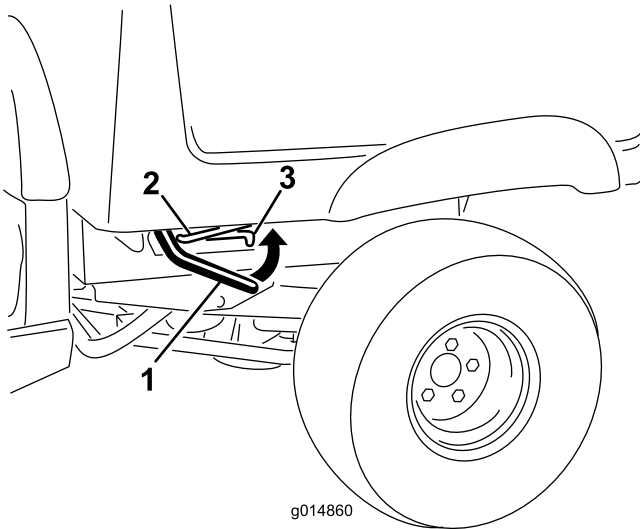

Figura 3
1. Sollevare la leva del dispositivo di fermo su ciascun lato della macchina, vicino all'angolo anteriore del pianale di carico, e sollevare completamente il pianale (Figura 3).
2. Fissate il pianale di carico tirando l'asta di supporto nell'arresto posteriore all'estremità della fessura presente nel lato sinistro della macchina (Figura 3).
8. Sollevare la leva del dispositivo di fermo su ciascun lato della macchina, vicino all'angolo anteriore del pianale di carico (Figura 3).